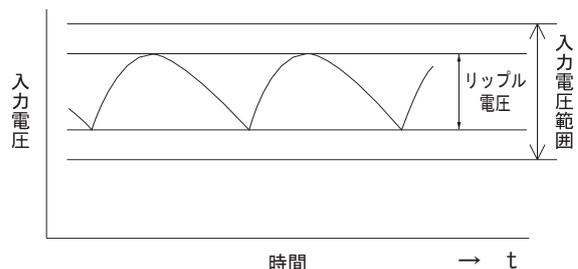

図 2.1 入力電圧のリップル
- 入力電圧に含まれるリップル電圧（図 2.1）は、以下のようにご使用ください。この値が大きいと出力リップル電圧が大きくなります。